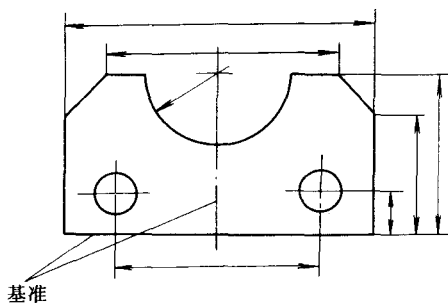

图 1-13 以一个平面和一条中心线为基准
(3) 以一个平面和一条中心线为基准 如图 1-13 所示,该零件高度方向的尺寸是以其底边为基准划出的,所以该零件的底边即是高度方向的划线基准。宽度方向的尺寸对称于中心线,所以中心线即是宽度方向的划线基准。